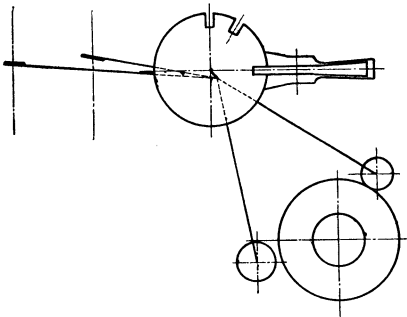

Fig. 41.
d. Der Hebel für den Anlaß, sowie derjenige für das Brennstoffventil sind in die Anlaßstellung zu bringen. Gemeinsame Betätigung (Fig. 41).
Die Benzinmenge wird beim Anlassen durch die Kompressionswärme verdampft. Die so gebildete Benzindampf-Luftmischung wird unbedingt entzündet, denn hierzu ist eine niedrigere Temperatur notwendig, als für die Mischungen mit den üblichen Dieseltreibölen. Will man den üblichen Brennstoff in das Zylinderinnere bringen, so ist ein Herausbauen der Spindel nicht notwendig; man kann sich in der Weise helfen, daß man den Schalthebel in die Anlaßstellung (Fig. 41) bringt und zwischen Brennstoffhebelrolle und Nockenscheibe ein Holzstück legt; bringt man den Ausschalthebel in die Betriebsstellung, so öffnet sich das Brennstoffventil, wodurch Brennstoff auf den Kolbenboden gelangen kann, welcher, wenn die Kompression eine genügende Wärme erzeugt, verdampft wird. Im späteren Verlauf der Kompression wird diese Mischung zur Entzündung gebracht.